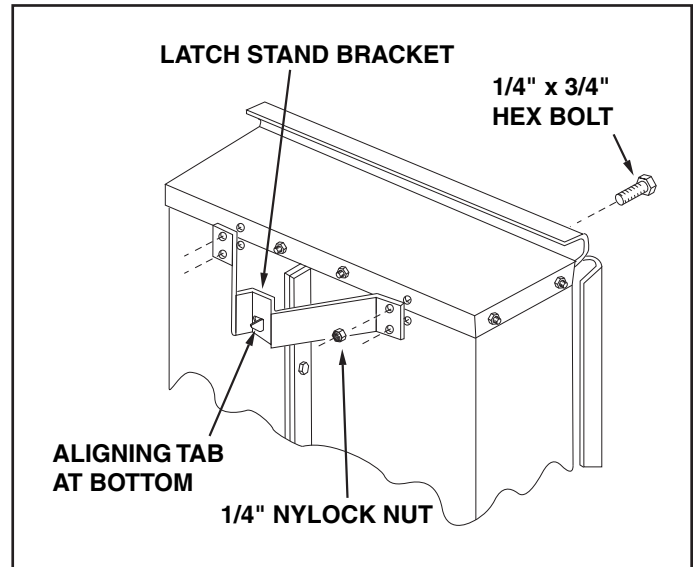

FIGURE 7
11. Turn the latch stand bracket so that the aligning tab is at the rear (bottom) of the bracket. Assemble the latch stand bracket to the cart using four $1/4" \times 3/4"$ hex bolts and $1/4"$ nylock nuts. **TIGHTEN**. See figure 7.
11. Faites pivoter le support de soutien d'attelage de telle sorte que la patte d'alignement se retrouve à l'arrière (en bas) du support. Assemblez le support de soutien d'attelage à la remorque en utilisant quatre boulons hexagonaux 1/4" x 3/4" et des écrous hex. 1/4". **SERREZ**. Voir figure 7.